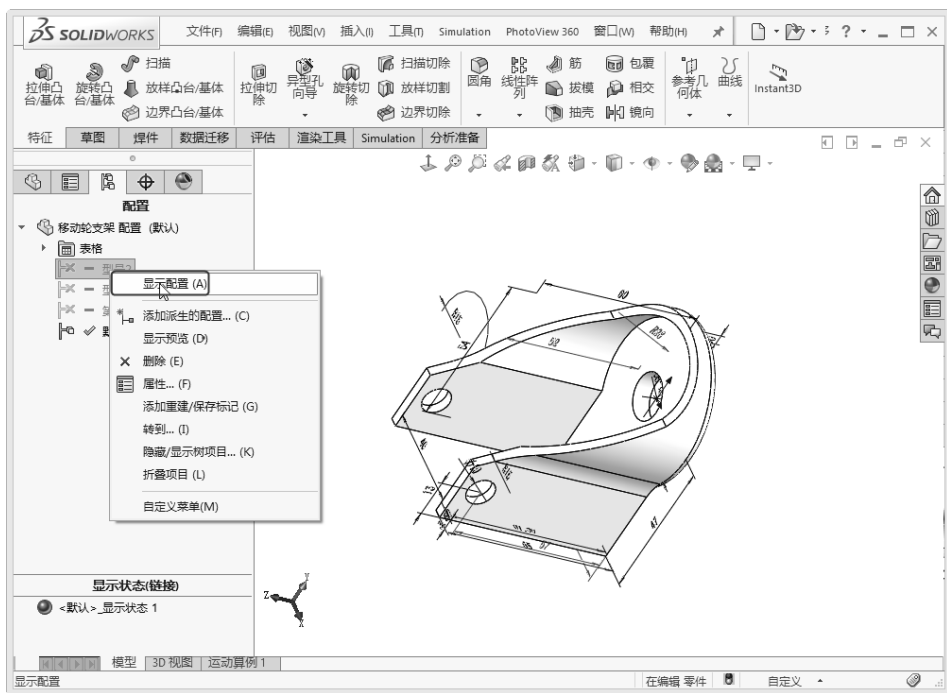

图 8-9 快捷菜单
- 3) 右击要应用型号, 在弹出的快捷菜单中选择“显示配置”命令, 如图 8-9 所示。